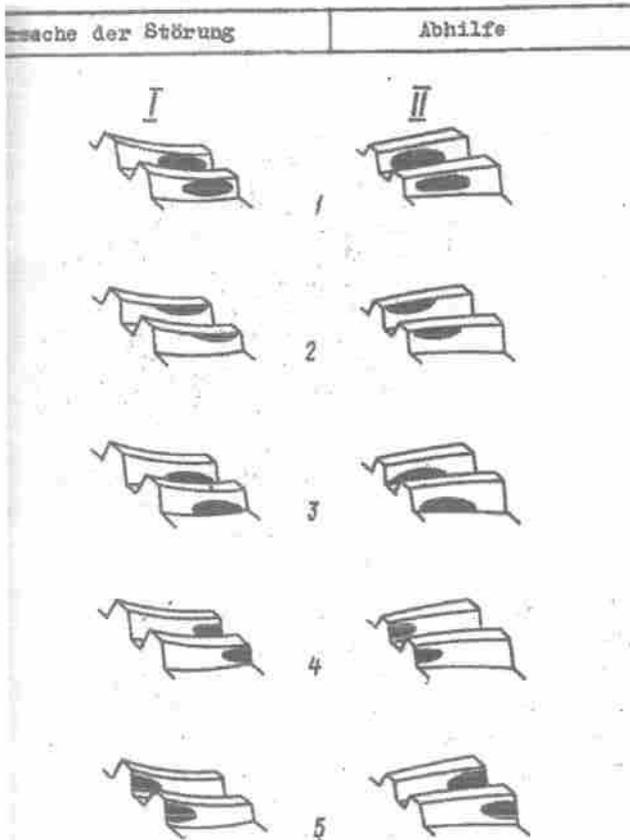

Bild 150. Tragbild der Verzahnung von Antriebsritzel und Tellerrad:
einstellen (Bild 150) |
3. Tragbild der Verzahnung prüfen. Dazu sind die Zähne des Tellerrades mit Farbe zu bestreichen. Dabei ziehe man in Betracht, daß eine zu dünnflüssige Farbe zerfließt und eine zu dickflüssige nicht aus den Zwischenräumen der Zähne herausgepreßt wird. Nun Tellerrad mit Hilfe der Achswellen anbremsen und Antriebsritzel so lange hin und her drehen, bis ein deutliches Tragbild erhalten wird. In Bild 150 sind typische Tragbilder auf dem Tellerrad dargestellt und Berichtigungsverfahren falschen Eingriffe beschrieben. Das Verstellen des Antriebsritzels wird durch Einsetzen eines anderen Einstellrings 5 (Bild 149) entsprechender Dicke verwirklicht. Zum Verstellen des Tellerrades sind die Einstellbeilagen 3 der Ausgleichgetriebeleger umzustellen.